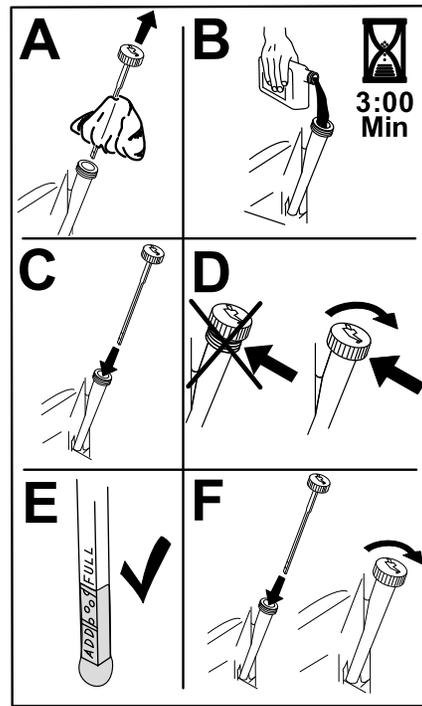

Figura 34
6. Vierta lentamente un 80 % aproximadamente del aceite especificado por el tubo de llenado, luego añada lentamente el resto del aceite hasta que llegue a la marca de Lleno (Figura 34).